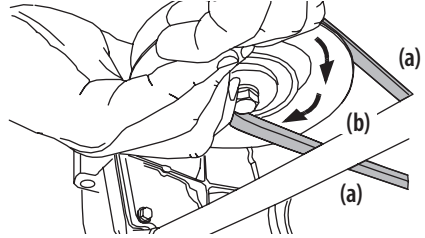

Figura 33
- d. Mientras sostiene la correa de la PTO (a) hacia abajo, siga girando la pulea de la PTO (b) hasta que la correa de la PTO (a) se deslice fuera de la pulea (b). Consulte la Figura 33.
- Tire del lado derecho de la correa de la PTO hacia atrás y coloque el lado V angosto de la correa de la PTO en la polea de la PTO. Consulte la Figura 33 en la página 59.
- Mientras sujeta la correa de la PTO y la polea de la PTO juntas, gire la polea de la PTO hacia la izquierda (consulte la Figura 33 en la página 59). Siga sosteniendo y rotando la polea de la PTO y la correa de la PTO hasta que la correa de la PTO se enrolle totalmente en la polea de la PTO.